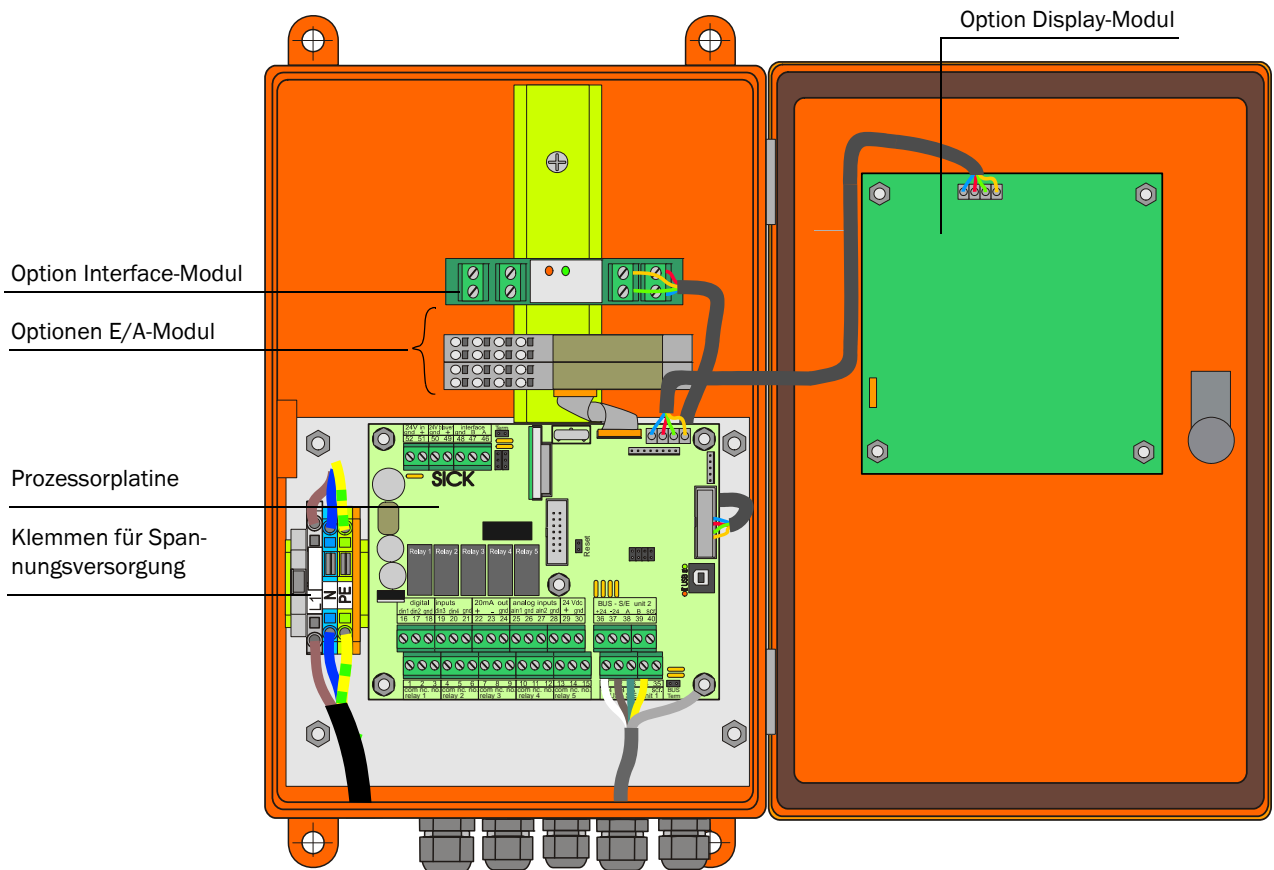
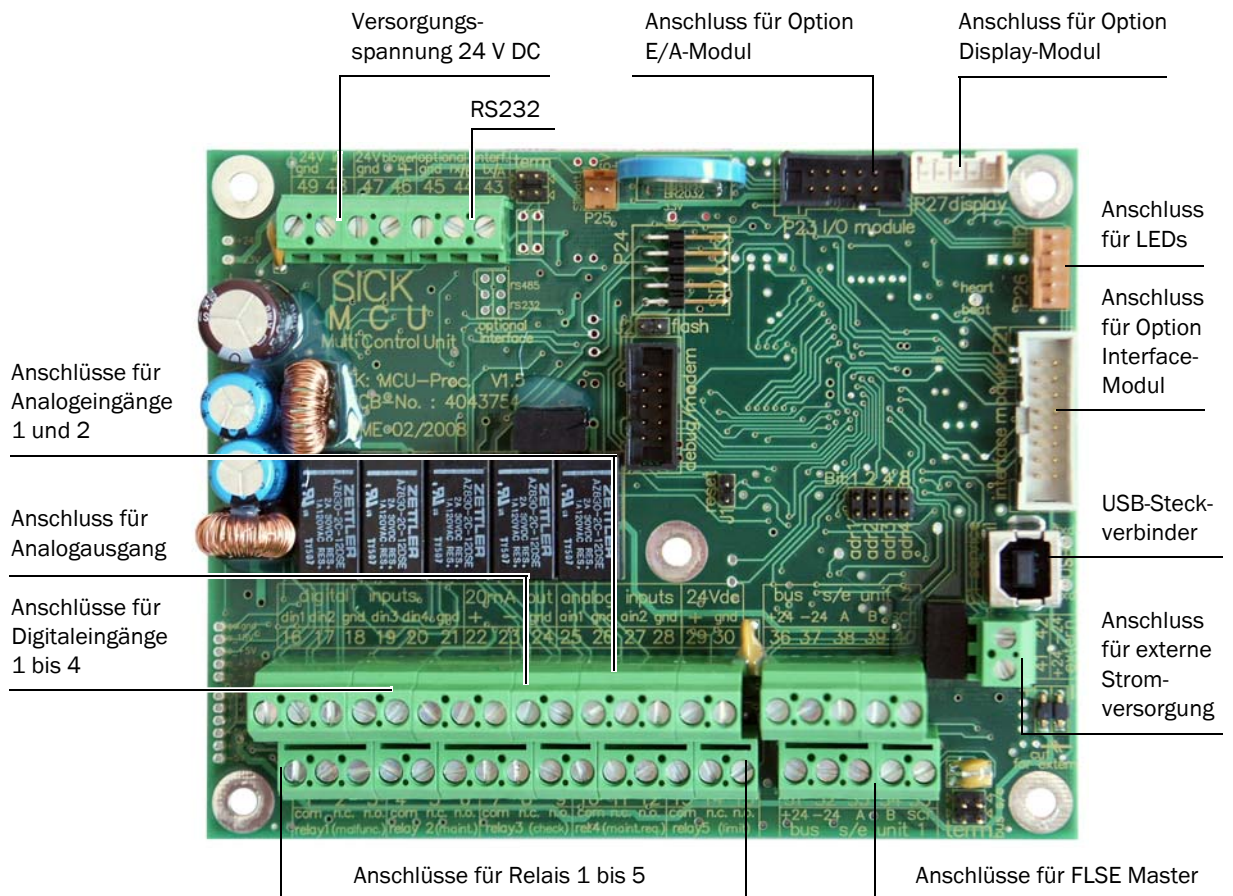

Abb. 3.12: Anordnung der Komponenten in der MCU
Abb. 3.13: Anschlüsse der MCU-Prozessorplatine
- ⚡ Spannungsversorgung an Klemmen L1, N, PE anschließen (siehe **Abb. 3.12**).
‡ Spannungsversorgung an Klemmen L1, N, PE anschließen (siehe **Abb. 3.12**).
Diese Module sind auf die Hutschiene in der MCU aufzustecken (siehe **Abb. 3.12**) und mit dem Kabel mit Steckverbinder an den zugehörigen Anschluss auf der Prozessorplatine (siehe **Abb. 3.13**) anzuschließen.
- ‡ USB-Kabel an Steuereinheit MCU (siehe **Abb. 3.13**) und Laptop/PC anschließen.